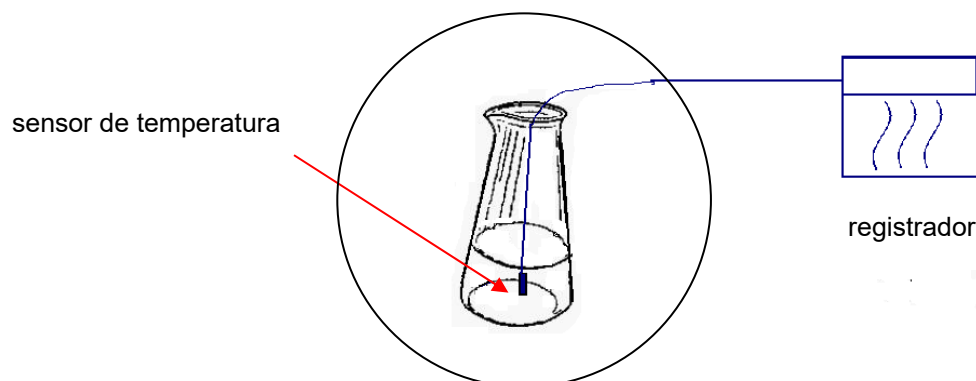

Figura 8
13. Un sensor adicional de temperatura y un registrador adicionales son necesarios para el programa de esterilización de líquidos según se muestra en la Figura 8